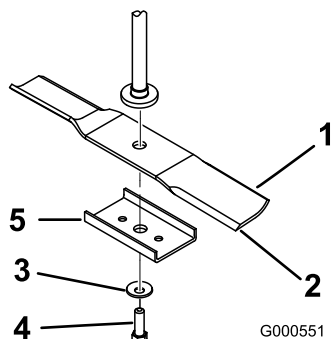

Figure 36
Tenez la lame à son extrémité avec un chiffon ou un gant épais. Enlevez de l'axe, le boulon, la rondelle bombée, le renfort et la lame (Figure 36).
1. Placez la lame sur l'axe (Figure 36).
2. Montez le renfort, la rondelle bombée (face concave vers la lame) et le boulon de lame (Figure 36).